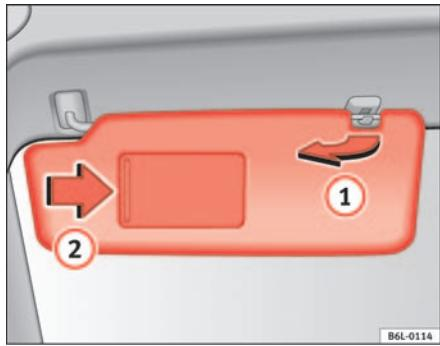

Fig. 63 Parasol del lado del conductor
Los parasoles del conductor y del acompañante pueden extraerse de sus soportes centrales y girarse hacia las puertas ⇒ fig. 63 ①.